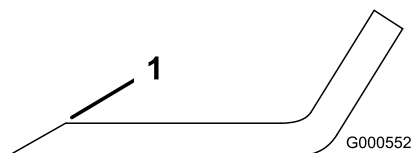

Figura 55
1. Utilice una lima para afilar el filo de corte en ambos extremos de la cuchilla (Figura 55).
Nota: Si la cuchilla no está equilibrada, rebaje algo el metal en la parte de la vela solamente (Figura 55).